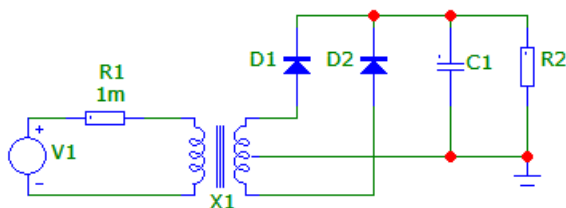

Рис. 7.4. Схема двухполупериодного выпрямителя с трехобмоточным трансформатором
2.9. Постройте на экране дисплея схему двухполупериодного выпрямителя с трехобмоточным трансформатором, приведенную на рис. 7.4.